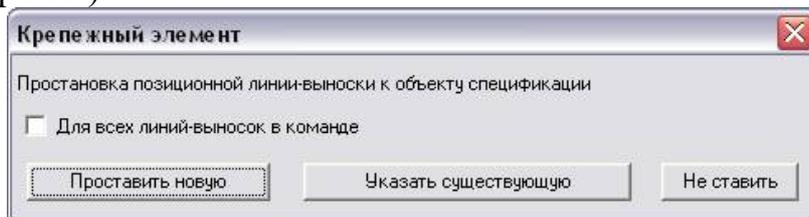

Рис. 4. Указание на простановку новой или существующей линии-выноски
6. Аналогично выбирайте из библиотеки винтовое соединение *Набор с винтом* и вставляйте его в чертеж (Рис. 4 позиция 4).